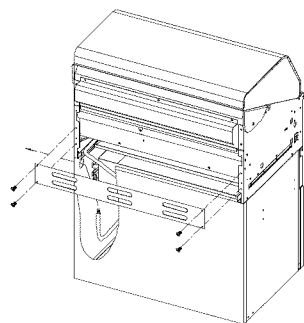
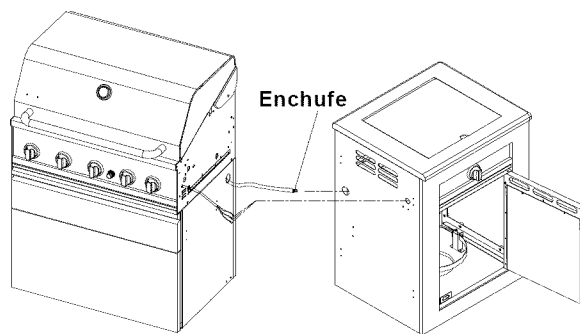

Fig.1
Fig.2
- Desenroscar el panel posterior superior del recipiente del panel posterior del recipiente (Fig.1) e introducir la manguera de conexión por el agujero del panel derecho del carro de la parrilla principal, y luego por el agujero del panel izquierdo del carro de la parrilla lateral de la rejilla. (ver Fig.2).